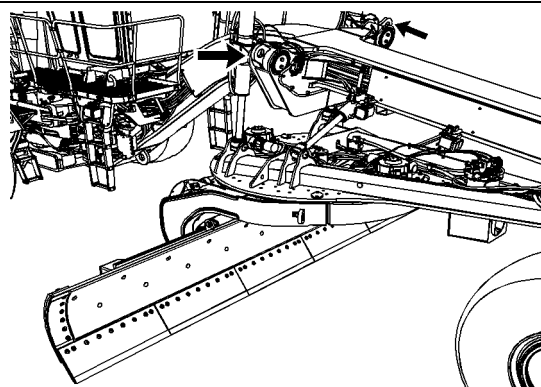

Ilustración 98
3. Conecte dos cables de levantamiento a la parte delantera de la máquina. Hay un cáncamo de levantamiento en cada lado de la parte delantera de la máquina. Una etiqueta que muestra un gancho identifica los cáncamos de levantamiento. Vea la ilustración 98.